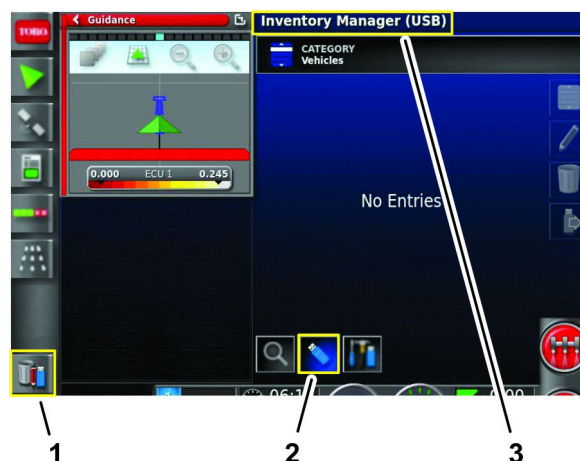

Figura 87
3. Pressione o ícone Gestor de inventário (Figura 87).
4. Se o título na parte superior do ecrã for Gestor de inventário (USB), pressione o ícone Alternar vista (Figura 87).